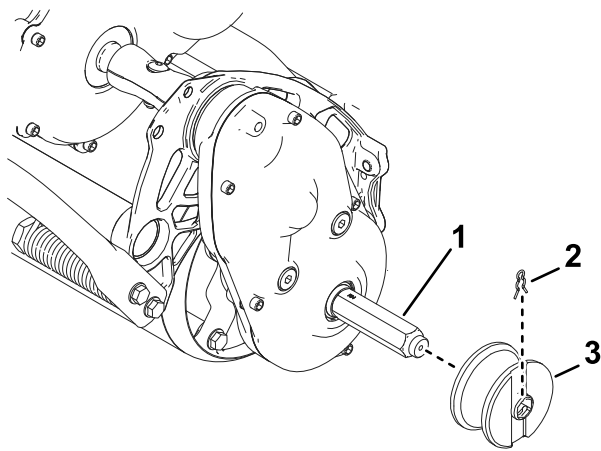

Figure 29
- **Kit glissières :** montez les galets des glissières sur les arbres hexagonaux (Figure 29).